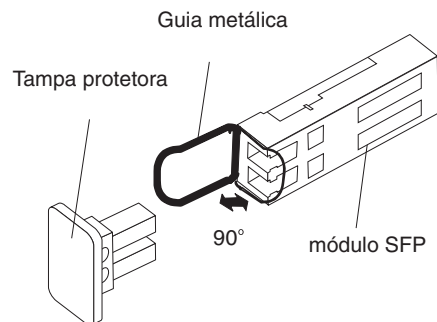

Figura 54. Destravando a Trava do Módulo SFP - Variedade Metálica
- Para módulos SFP que contêm guias metálicas, destrave a trava do módulo SFP puxando a trava metálica 90° para fora, conforme mostrado na Figura 54.